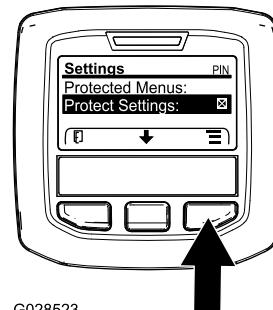

Figura 32
1. Dal MENU PRINCIPALE, premete il pulsante centrale per scorrere fino al MENU IMPOSTAZIONI, poi premete il pulsante destro (Figura 32).